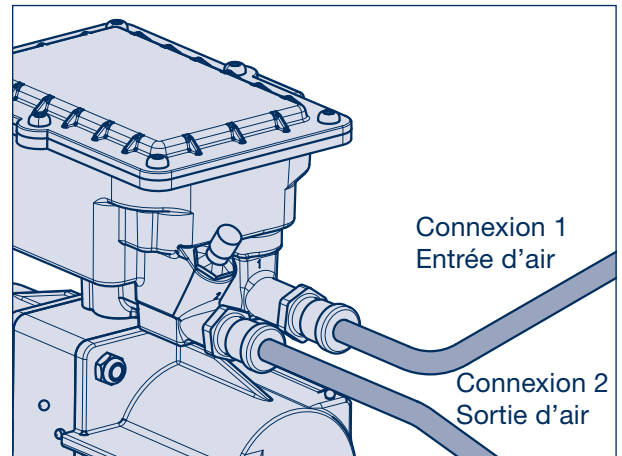

Figure 29
- [1] Raccorder les conduites d'alimentation (conduite PA Ø 8 x 1 mm) sur le boîtier de commande 141 AirSave (Figure 29) près des essieux avec suspension pneumatique directement sur le réservoir d'air de la suspension pneumatique de la remorque.